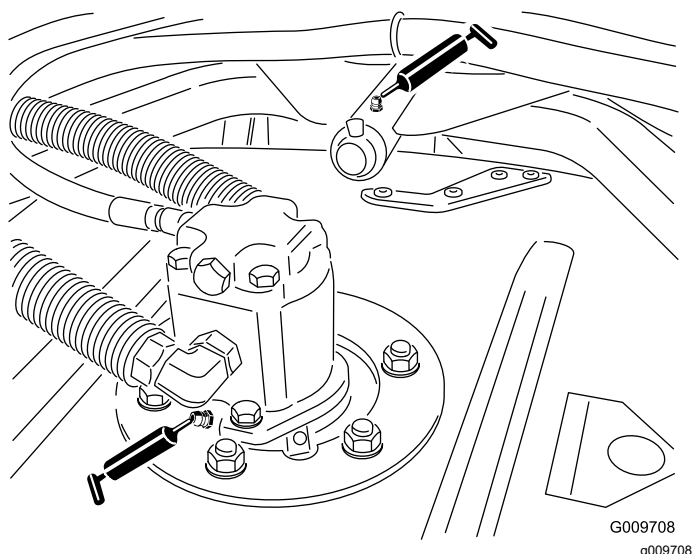

Figura 78
- Rolamentos do veio do eixo da unidade de corte (2 por unidade de corte), como se mostra na Figura 78
- Casquilhos do braço de suporte da unidade de corte (1 por unidade de corte), como se mostra na Figura 78